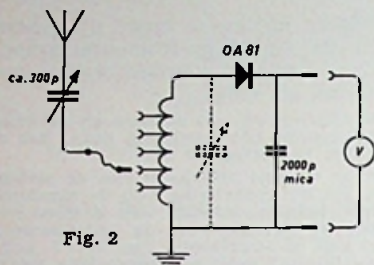

Fig. 2
met betrekking tot het onder (2) gestelde, werd een cilindrische spoel vervaardigd van 6 cm ϕ - Cu 0,55 mm en 58 windingen. Hierop werden verschillende aftakkingen aangebracht en de volgende schakelingen op hun efficiëntcy beproefd (zie fig. 2).